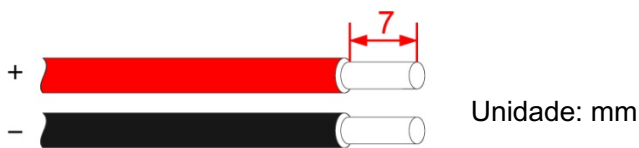

Figura3-16 Desencape os fios de entrada do cabo fotovoltaico.
- Etapa 1 Desencape 7 mm dos fios positivos e negativos usando o desencapador de fios como exibido na Figura3-16.